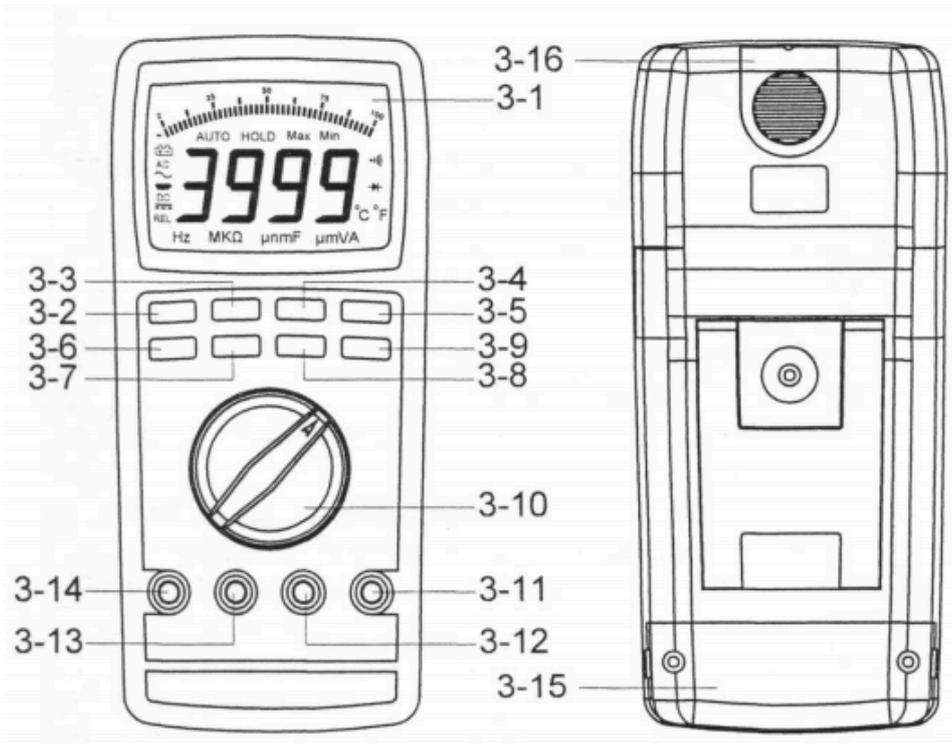

Fig. 1
- a. Cuando no utilice el medidor, debe girar la función "Function rotary switch" (3 – 10, Fig. 1) a la posición "OFF".
- c. Desactivar el apagado automático (no apagado automático) Presione "MAX/MIN" (3 – 2, Fig. 1) mientras enciende "Function switch" desde la posición "OFF" a la posición de función deseada.
- 1) Conecte la punta de prueba negra en la terminal "COM" (3 – 12, Fig.1)
- 2) Conecte la punta de prueba roja en la terminal "V" (3 – 11, Fig 1)
- 3) Seleccione "Function rotary switch" (3 -10, Fig.1) a la posición "V".
- 4) Presione el botón "AC/DC" (3 – 9, Fig 1) para seleccionar la medición "ACV" o "DCV".
- 6) Bajo la operación del modo "auto rango", presione el botón "Range" una vez (3 – 6 Fig.1) se ejecuta el modo "Rango manual" y mantendrá el rango, la pantalla LCD mostrará el marcador "MANU". Bajo la operación de escala manual, presione el botón "Range" (3 – 6 Fig.1) > 2 segundos, volverá al funcionamiento de rango automático.
Durante la medición, si presiona el botón "VAHz" una vez (3 – 7 Fig.1) hasta que la pantalla muestre el marcador "Hz" y la pantalla muestre el valor de frecuencia de la señal de medición.
- 2) Conecte el cable de prueba rojo en la terminal "Ω" (3 – 11, Fig 1)
- 3) Seleccione "Function rotary switch: (3 – 10, Fig 1) a la posición Ω.
- 5) Bajo la operación del modo "auto rango", presione el botón "Range" (3 – 6 Fig.1) ejecutará el modo "Rango manual", y mantendrá el rango, la pantalla LCD mostrará el marcador "MANU". Bajo la operación de escala manual, presione el botón "Range" (3 – 6 Fig.1) > 2 segundos, volverá al funcionamiento de rango automático.
- 2) Para la medición "mA,uA", conecte el cable de prueba rojo en la terminal "mA uA" (3 – 13, Fig.1) Para la medición de corriente "10 A", Conecte la punta de prueba roja en la terminal "A". (3 – 14, Fig.1)
- 3) Para la medición "uA" (400 uA, 4000 uA), seleccione "Function rotary switch" (3 – 10, Fig.1) a la posición "uA".
Para la medición "mA" (40 mA, 400 mA), seleccione "Function rotary switch" (3 – 10, Fig.1) a la posición "mA".
Para la medición "10 A", seleccione "Function rotary switch" (3 – 10, Fig 1) a la posición "A".
- 4) Presione el botón "AC/DC" (3 – 9, Fig. 1) para seleccionar la medición "ACA" o "DCA".
- 6) Bajo la operación del modo "auto rango", presione el botón "Range" una vez (3 – 6 Fig.1) se ejecutará el modo "Rango manual" y mantendrá el rango, la pantalla LCD mostrará el marcador "MANU".
Bajo la operación de escala manual, presione el botón "Range" (3 – 6 Fig.1) > 2 segundos, volverá al funcionamiento de rango automático.
- 3) Seleccione "Function rotary switch" (3 – 10, Fig.1) a la posición "Ω".
- 3) Seleccione "Function rotary switch" (3 – 10, Fig. 1) a la posición "D".
- 1) Seleccione "Function rotary switch" (3 – 10, Fig. 1) a la posición "⚡".
\* Si la capacidad de la medida existente de la polaridad, entonces debe conectar la polaridad "+" del condensador medido a la terminal "V" (3 – 11, Fig.1), conecte la polaridad " – " al condensador medido a la terminal "COM" (3 – 12, Fig.1)
- 4) Bajo la operación del modo "auto rango", presione el botón "range" (3 – 6 Fig.1) una vez ejecutará el modo "Rango Manual" y mantendrá el rango, la pantalla LCD mostrará el marcador "MANU".
Bajo la operación de rango manual, presione el botón "Range" (3 – 6 Fig.1) > 2 segundos, volverá al funcionamiento de "Rango automático"